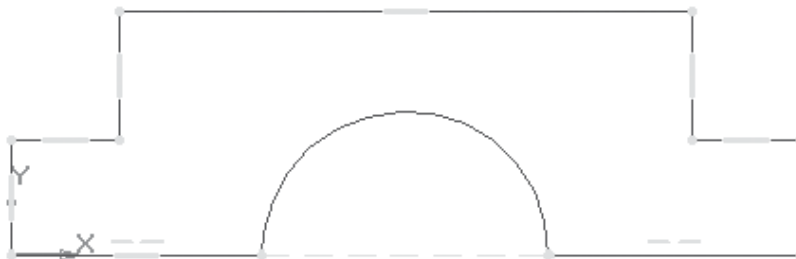

Рис. 11.26
- Удалите лишний контур на эскизе (рис. 11.26). Работайте внимательно, помните о требованиях, предъявляемых к эскизу.